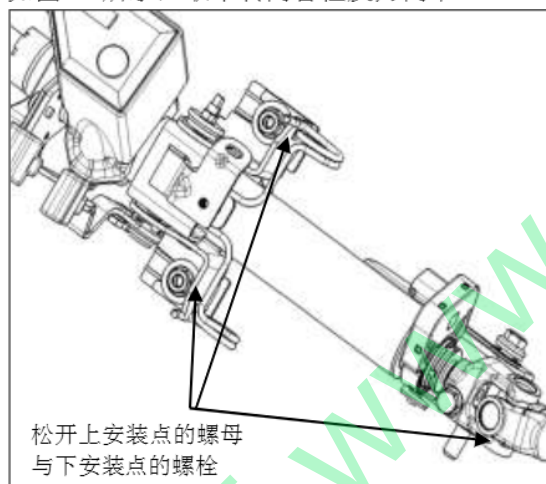

图 30
- ①确认所有与管柱连接的线束均已脱开。
- ②松开管柱上安装点的螺母与下安装点的螺栓，如图 30 所示，取下转向管柱及万向节。